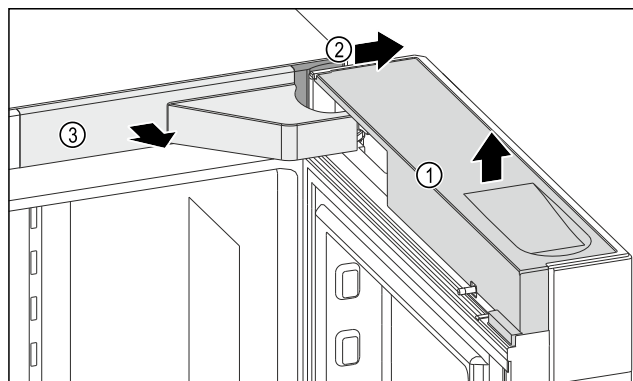

Fig. 10
- Snemite pokrov Fig. 10 (1).
- Snemite pokrov Fig. 10 (2).
- Snemite pokrov Fig. 10 (3).